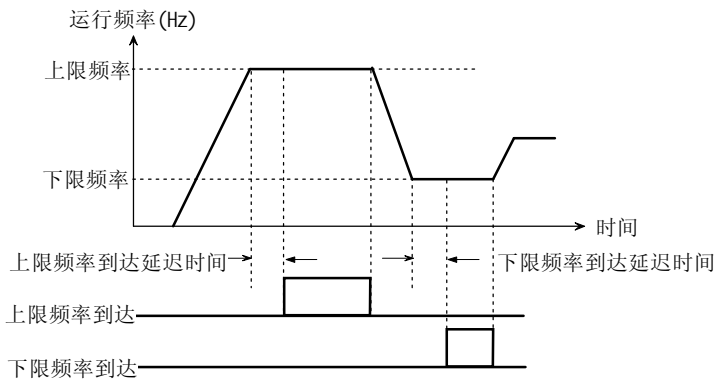

图 5-3-10 上下限频率到达
- 通常用在多台电机工频、变频切换时，为防止负载抖动，信号不稳定而设置，如图5-3-10所示。